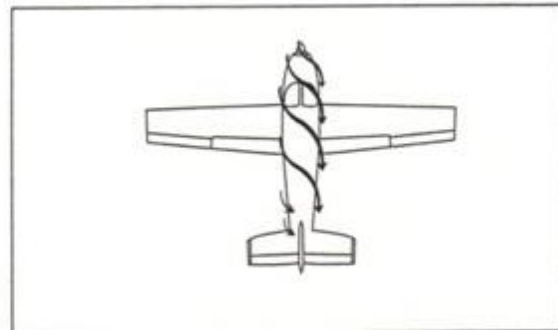

Figura 2-3. Estela de la hélice
**El chorro de la hélice en espiral** es la reacción del aire a una hélice en rotación (la hélice fuerza al aire a subir en espiral en sentido de las agujas del reloj alrededor del fuselaje). Este chorro en espiral golpea al estabilizador vertical del avión en el lado izquierdo. Esto empuja la cola del avión hacia la derecha y la nariz del avión hacia la izquierda (ver figura 2-3).